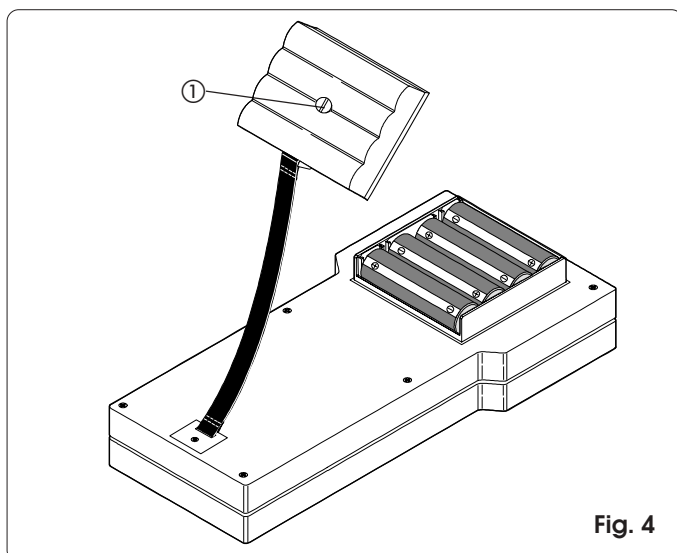

Fig. 4
Destornille el tornillo de cierre del alojamiento de las baterías situado en el fondo de FAACTOTUM (fig. 4 ref. ①) y levante la tapa.